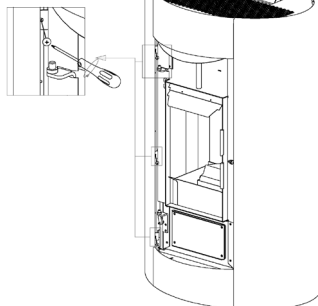

Fig. 59 - Einhakzähnen
- Die Seiten mit einer Bewegung von unten nach oben aushaken (siehe **Fig. 59**).